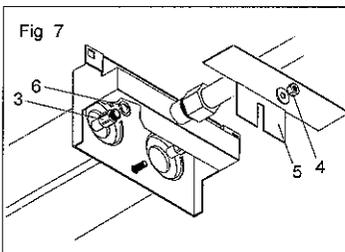

Fig 7
- Tirar o parafuso 4 (Fig7) e o regulador de ar 5, onde existente.